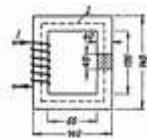

Рисунок 6 –
- 2 Замкнутая магнитная цепь (рисунок 6) выполнена из пластин трансформаторной стали. Сколько витков должна иметь катушка с током 0,5 А, чтобы создать в сердечнике магнитный поток $0,0016 \text{ Вб}$?